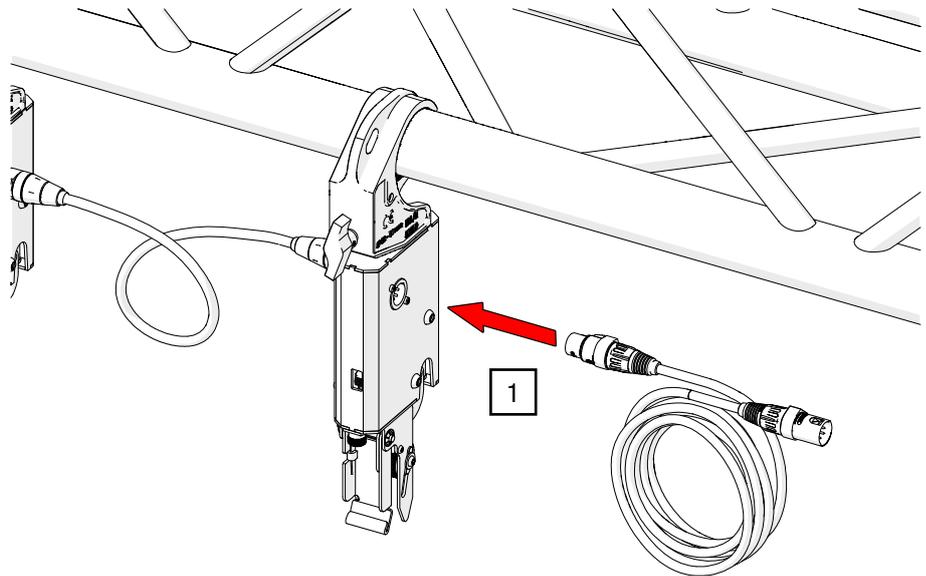

Abb. 27: XLR-Ansteuerungskabel an Auslöseeinheit verbinden
1. Stecken Sie das längere KABUKI-XLR-Ansteuerungskabel in die Buchse Signaleingang (1/Abb. 1) der ersten Auslöseeinheit (siehe Abb. 27).
| Verkabelung mit Auslöseeinheiten und Spannungsversorgung | <ol style="list-style-type: none"> 1. Stecken Sie das Netzkabel mit dem powerCON-TRUE1-TOP-Stecker in die POWER-IN-Buchse (2/Abb. 2) an der Steuerung. 2. Stecken Sie das Netzkabel mit dem anderen Ende in die 110 – 230 V führende Steckdose. 3. Schließen Sie den Strang mit Auslöseeinheiten über das freie Ende des KABUKI XLR-Ansteuerungskabels (siehe Abb. 27) an die KABUKI-OUT-Buchse (9/Abb. 2). |
4. Schließen Sie die Stränge (Anzahl max. 3 – 6 je nach Ausführung; siehe Steuerungsvarianten [► S. 12]) über das freie Ende des XLR-Ansteuerungskabels (siehe Abb. 27) in die Buchsen der KABUKI-Stränge 1 - 6 (7/Abb. 4).